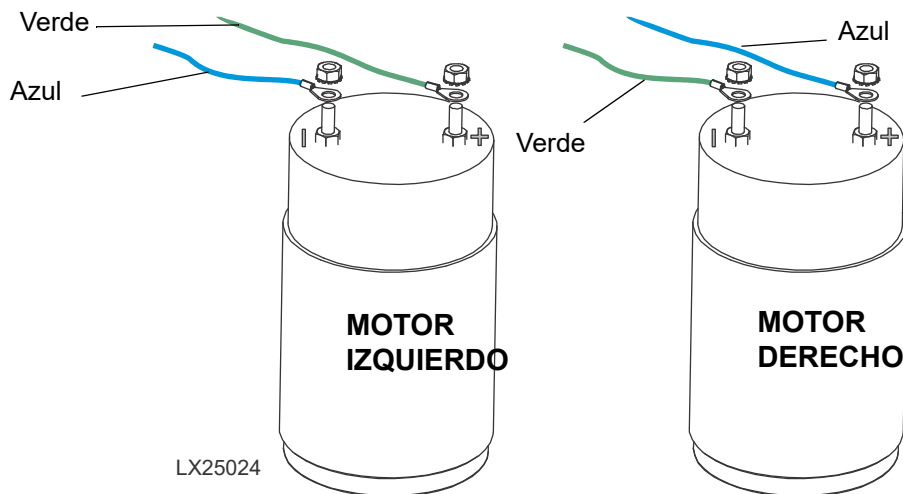

FIG. 1-18
- d. Conecte los terminales circulares de los cables en los vástagos del motor tal y como se muestra en la fig. 1-18.